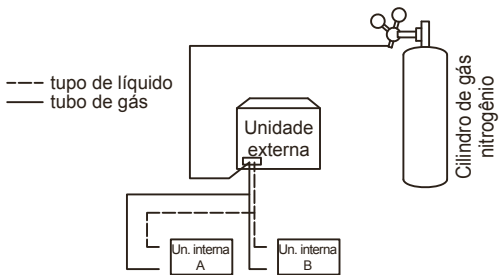

Figura 5.14
- Use tampões cegos para bloquear todas as aberturas laterais de líquido (gás), exceto a abertura na unidade interna mais afastada das unidades externas ("Unidade interna A" na Figura 5.14).